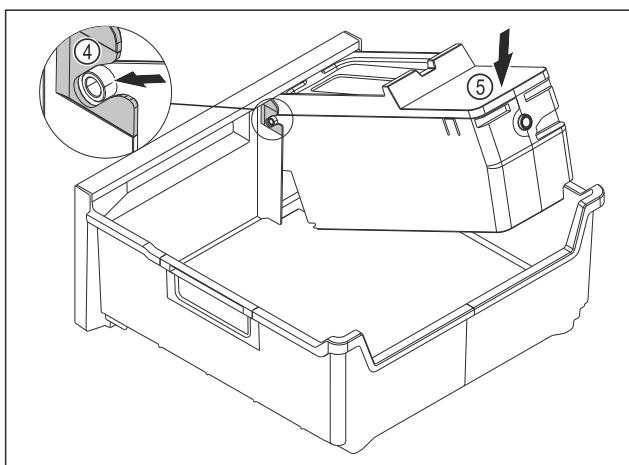

Fig. 78
- ▶ Izvadite tijelo sustava EasyTwist-Ice: Umetnите osovine tijela sustava EasyTwist-Ice u vodilice Fig. 78 (4).
- ▶ Pritisnite tijelo sustava EasyTwist-Ice Fig. 78 (5) otvara prema dolje.